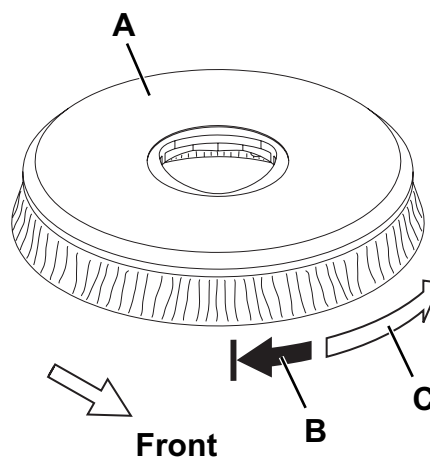

Figure 5
- Avec la tête (13) soulevée, saisir la brosse / plateau support disque (A, Fig. 5) et la tourner dans le sens contraire au sens de rotation (B), puis dans le sens de rotation (C) pour la décrocher.